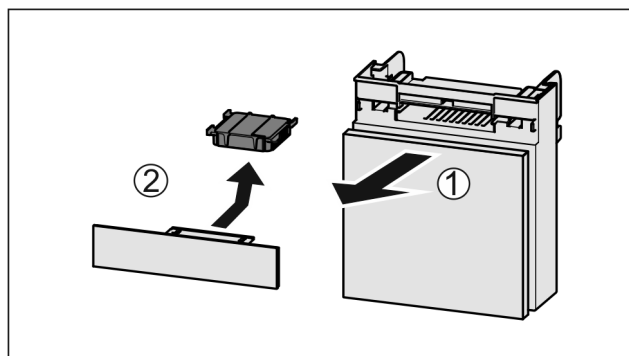

Fig. 200
- Dra ut Fig. 200 (1) lådan framåt.
- Ta ut Fig. 200 (2) aktivtkolfiltret.